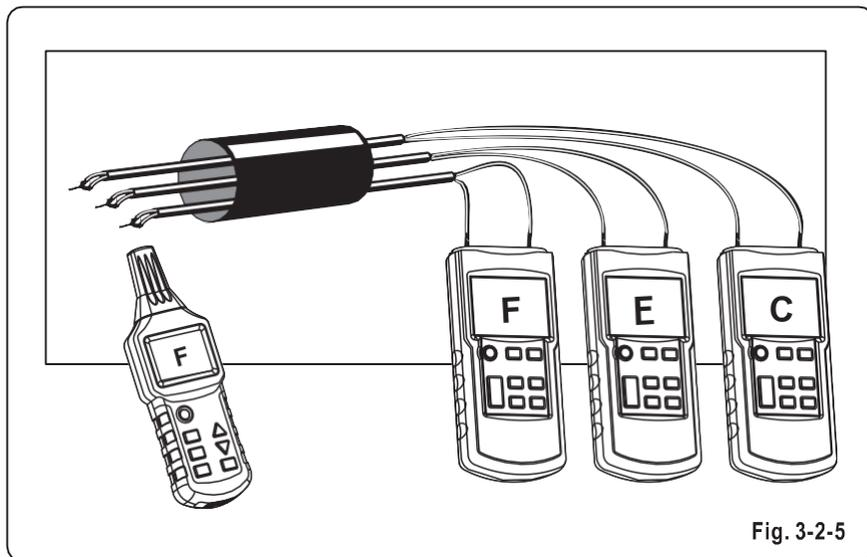

Fig. 3-2-5
- Collegare il trasmettitore nel modo mostrato in Fig.3-2-5;